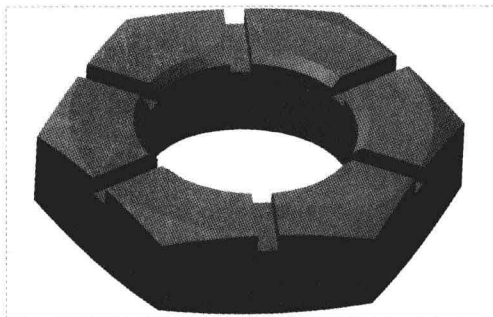

图 7-9 恢复特征
Step 05 执行操作后，即可恢复特征，如图 7-9 所示。